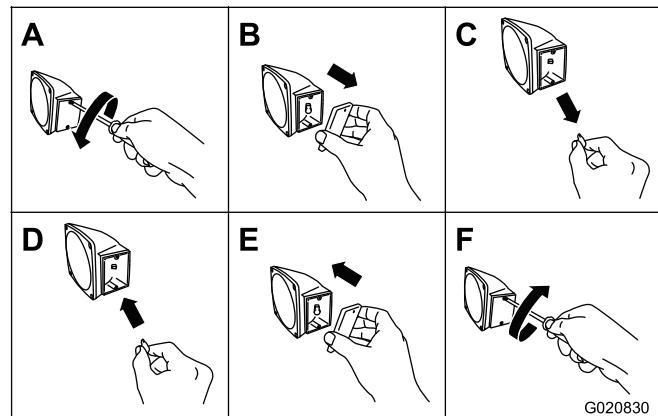

Figura 18
1. Utilice un destornillador para retirar los 2 tornillos de la lente rectangular pequeña del lateral de la luz (Figura 18).
2. Retire la lente (Figura 18).
3. Retire la lámpara del zócalo (Figura 18).
4. Coloque una lámpara 168 nueva en el zócalo (Figura 18).
5. Instale la lente y los 2 tornillos (Figura 18).